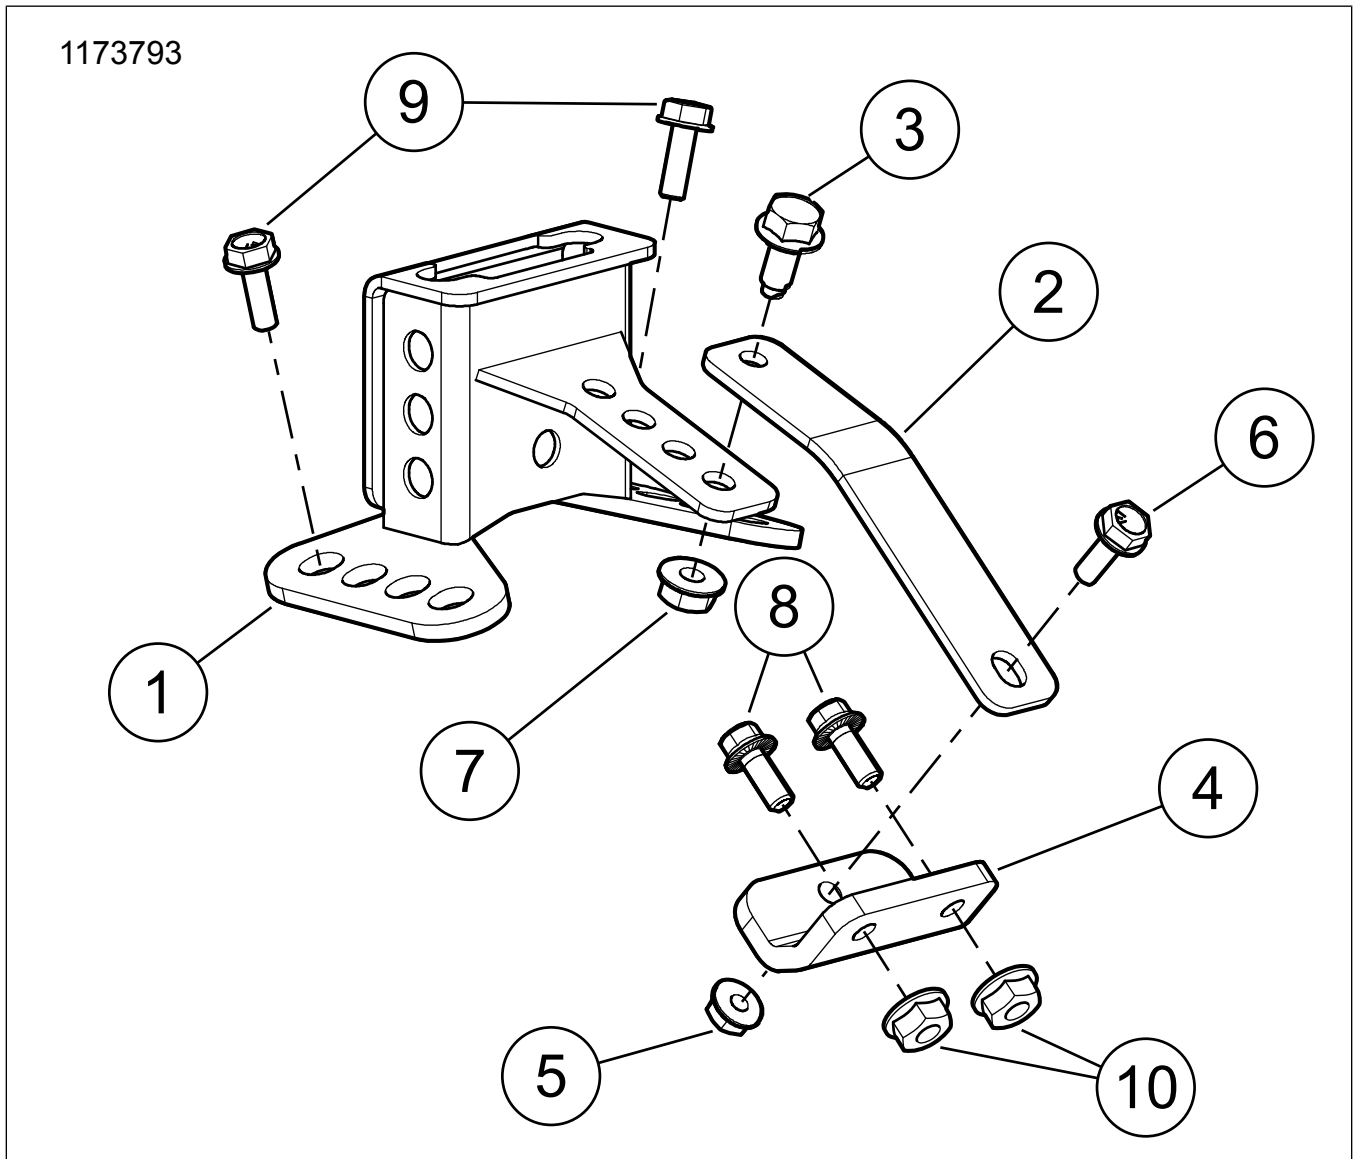

Figure 1. Contenu du kit : Kit de visserie de montage
3. Voir la figure 1. Poser le support (2).
- b. À l'aide du boulon (3) et du contre-écrou à collet (7), poser sans serrer le support sur le support de montage du dossier.
- c. À l'aide de la vis à collet (6) et de l'écrou à collet (5), poser le support sur le support. Serrer.